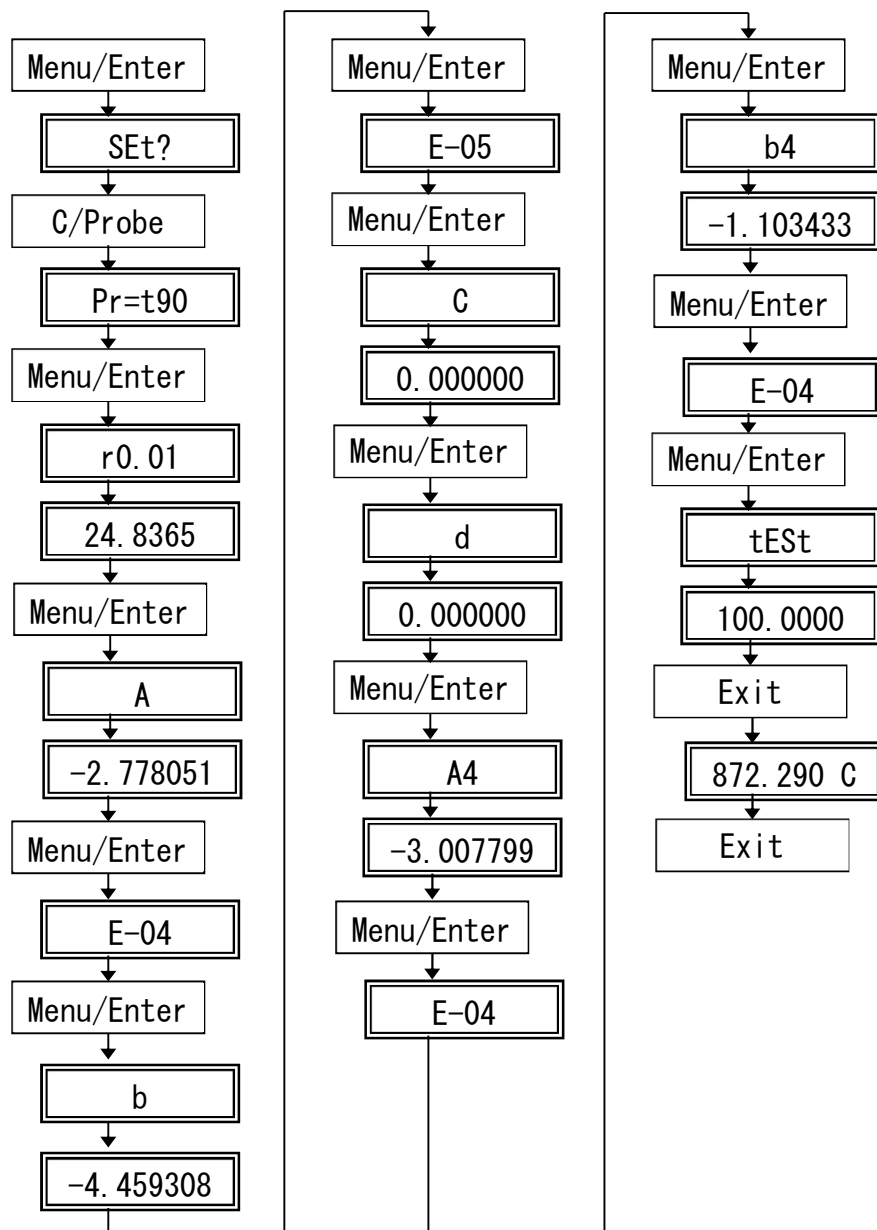

図1 温度変換設定のフローチャート
- (1) 指示計器のディスプレイ表示が、「C」（℃の摂氏温度表示）になっていない場合は、指示計器の正面ボタンの「C/Probe」を押す。次のディスプレイ表示は、「r0.01」であり、変更する場合は、指示計器の正面ボタンの「△」又は「▽」ボタンでその数値になるよう設定する。（図 1）
- (2) 温度変換の設定の確認は、下記の手順で行う。下記の設定は白金抵抗温度計の温度換算を ITS-90 で行うものであるが、いずれの係数も デフォルト（出荷時設定） $(A = -2.778051E-04、b = -4.459308E-05、C = 0.000000、d = 0.000000、A4 = -3.007799E-04、b4 = -1.103433E-04)$ である。（図 1）